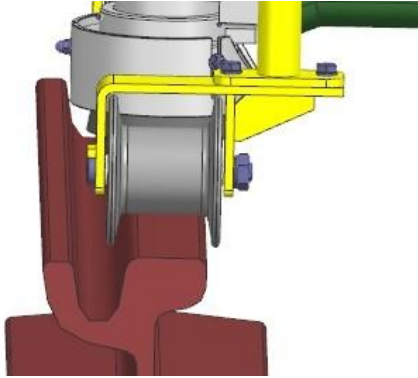

Figura 7: Rodillo con pestaña doble para carriles de garganta profunda no embebidos
- juego de rodillos con pestaña doble para carriles de garganta profunda no embebidos (figura 7)